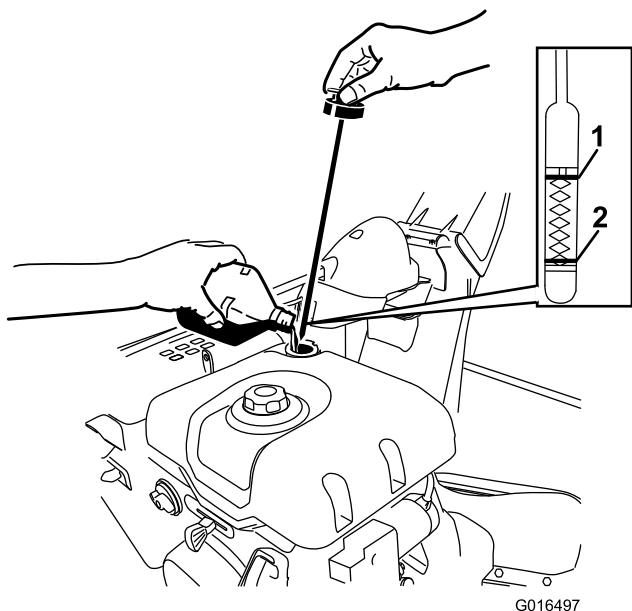

Рисунок 42
2. Выньте щуп и проверьте уровень масла (Рисунок 42). Если уровень масла находится ниже отметки Add (Добавить), то добавьте масла в двигатель. См. Раздел «Заправка двигателя маслом».